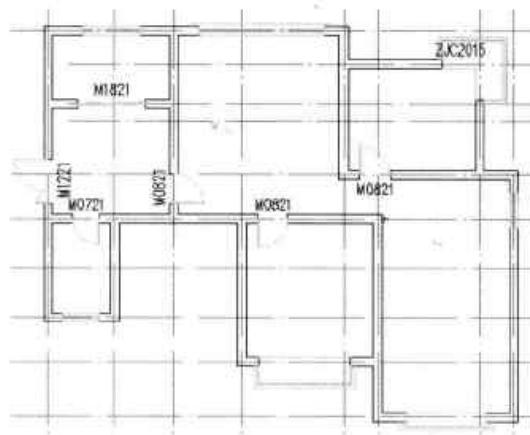

图16-90 绘制卧室窗图块
**Step 26** 打开“窗”对话框，对窗参数进行设置，并选择好窗图块，然后指定好窗位置，完成卧室窗的绘制操作，如图 16-90 所示。